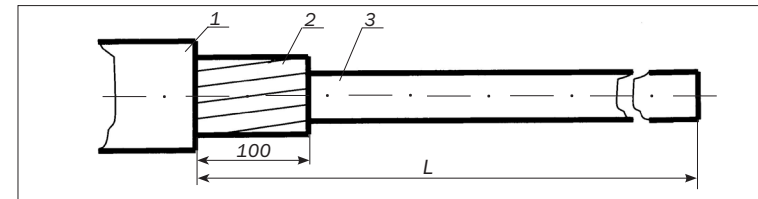

Рисунок 4.1 – Схема разделки ОК с бронепокровом из стальных оцинкованных проволок
- при монтаже ОК с бронепокровом из стальных оцинкованных проволок в соответствии со схемой разделки рис. 4.1;
На рис. 4.1 и 4.2 значение “L” – длина участка ОК, предназначенного для прокладки внутри помещения между ВКУ и оптическим кроссовым устройством в соответствии с проектной документацией (включая запас длины ОК, необходимый для разделки и монтажа).